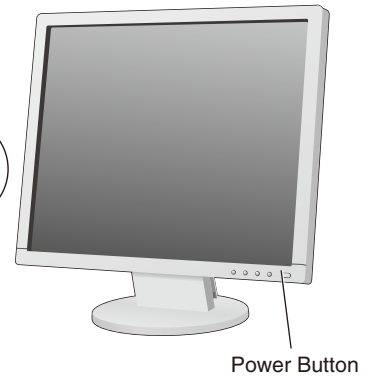

Figure D.1
5. Allumez le moniteur avec le bouton d'alimentation situé sur la face inférieure ainsi que l'ordinateur (**Figure D.1**).